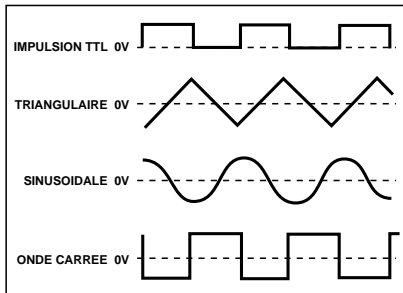

Figure 5
(1) Sélectionnez **Function (8)**, sélectionnez la gamme **Range (7)**, et tournez le bouton **FREQUENCY (13)** pour ajuster la fréquence souhaitée (suivez la lecture de **l'afficheur (4)**).
(2) Connectez la sortie **Output (22)** à l'oscilloscope pour observer la forme d'onde.
(3) Tournez le bouton **AMPL (12)** pour contrôler l'amplitude du signal.
- (4) Si une atténuation du signal de sortie est requise, tirez le bouton **AMPL (12)** pour obtenir une atténuation de 20dB, ou pressez le bouton **ATT -20dB (12a)** pour une atténuation supplémentaire de 20dB.
- (5) Le rapport de phase du signal de sortie et la forme du signal TTL sont montrés par la figure 5.